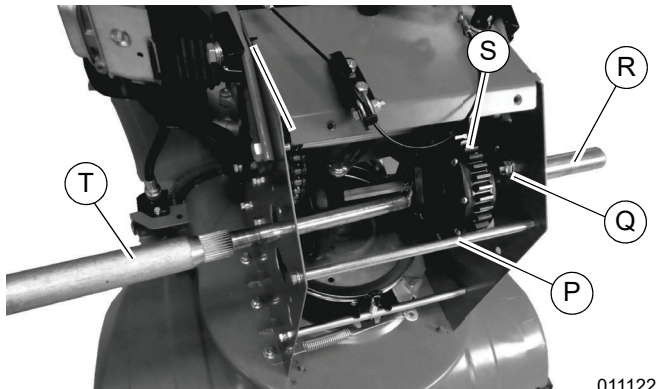

Figure 4-26. Contrefiche arrière
12. Retirer les deux vis, rondelles-freins, rondelles plates et écrous-freins de fixation du roulement de roue droit (L) à l'aide de deux clés de 13 mm. Retirer le roulement de l'axe.
13. Voir **Figure 4-26**. Retirer les deux vis et rondelles-freins de la contrefiche arrière à l'aide d'une clé de 10 mm et démonter la contrefiche (P).